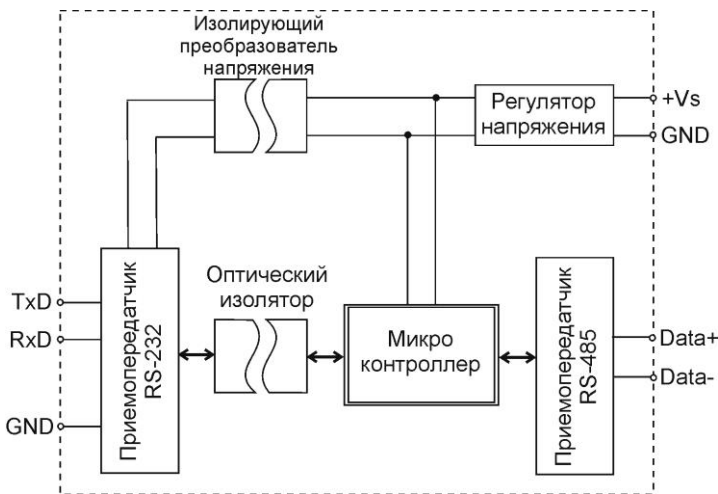

Рис. 3.1. Структурная схема модуля NL-232C
- содержат встроенные резисторы для согласования драйвера с кабелем с волновым сопротивлением 120 Ом и для устранения состояния неопределенности линии передачи (см. рис. 3.1);
Основной частью устройства (рис. 3.1) является микроконтроллер, который автоматически определяет направление и скорость передачи сигнала, а также выполняет преобразование интерфейса RS-232 в RS-485.